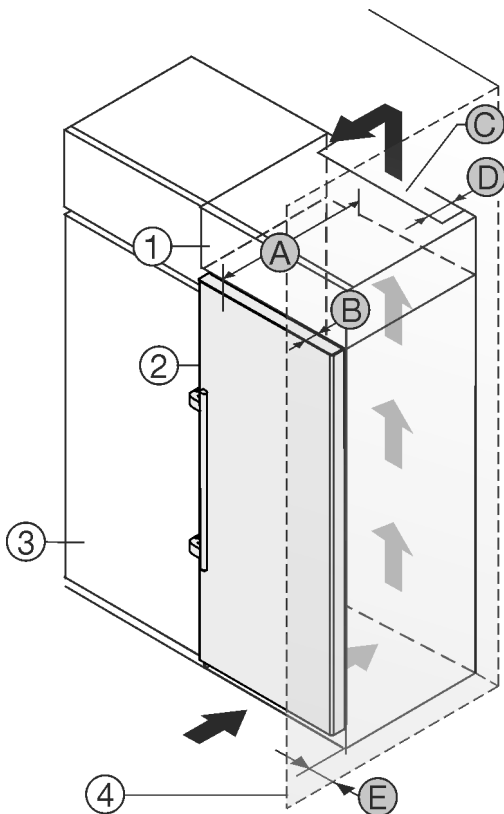

Fig. 2
Můžete přístroj nainstalovat přímo vedle kuchyňské skříňky Fig. 2 (3)\*.
Na zadní straně nastavné skříňky musí být větrací šachta hluboká Fig. 2 (D) přes celou šířku nastavné skříňky.\*
Pod stropem místnosti musí být dodržen ventilační průřez Fig. 2 (C)\*.
Když přístroj instalujete závěsy vedle stěny Fig. 2 (4), musí být vzdálenost mezi přístrojem a stěnou minimálně 57 mm. To odpovídá přesahu madla při otevřených dveřích.\*
Aby bylo možné dveřka plně otevřít, musí přístroj přesahovat o hloubku dveřík Fig. 2 (B) vůči přední linii kuchyňské skříňky. V závislosti na hloubce kuchyňských skříňek Fig. 2 (3) a použití vymezovačů odstupu od stěny může přístroj vyčnívat dále.\*